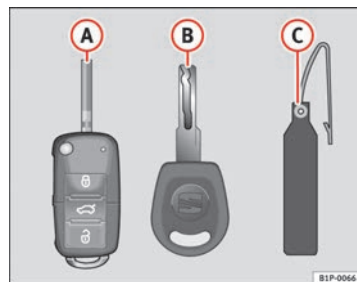

Fig. 63 Jeu de clés
- une clé avec radiocommande => fig. 63 **A** avec panneton escamotable,